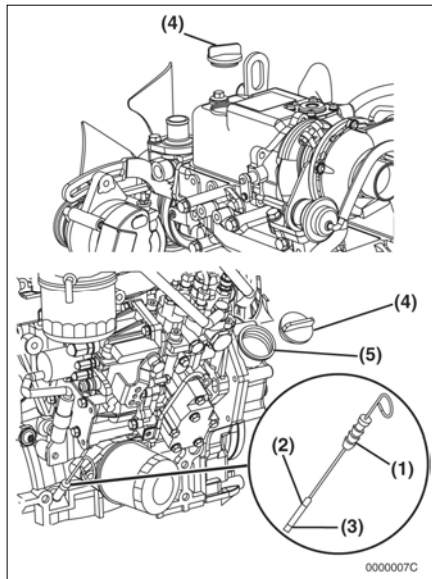

Рис. 5-3.
- Добавьте моторное масло (рис. 5-3, (5)) по мере необходимости, пока уровень не окажется между верхней (рис. 5-3, (2)) и нижней линиями (рис. 5-3, (3)), показанными на измерительном щупе (см. рис. 5-3, (1)).
- Установите на место крышку маслоналивной горловины (рис. 5-3, (4)). В случае разлива моторного масла уберите их чистой тканью.